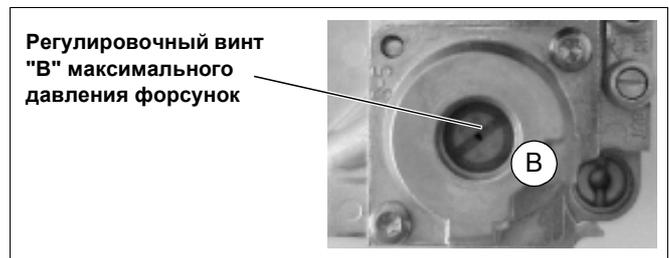
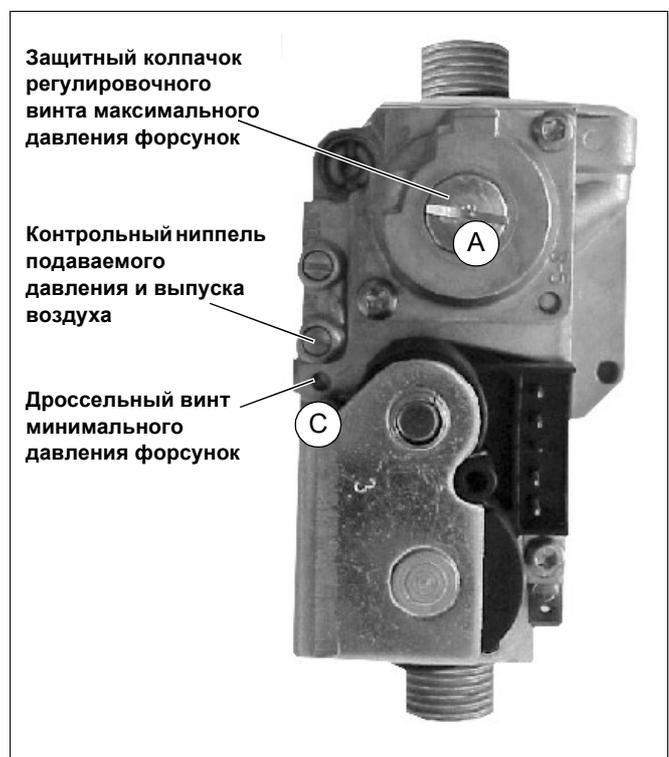

Рис. 42 Регулировочный винт максимального давления форсунок
Рис. 43 Настройка давления форсунок
- Снять защитный колпачок (рис. 43, поз. А). Произвести настройку, поворачивая регулировочный винт максимального давления форсунок (рис. 42, поз. В). Для повышения давления вращать - по часовой стрелке, для понижения - против часовой стрелки.
- Снять U-образный манометр и крепко закрутить ниппель для измерений запорным винтом (рис. 43).
Если этого не достаточно, то нужно произвести регулировку дроссельным винтом на газовой арматуре (рис. 43, поз. С).
- Повернуть дроссельный винт на газовой арматуре (рис. 43, поз. С) для повышения минимального давления форсунок - против часовой стрелки, для понижения - по часовой стрелке.
- Снять защитный колпачок газовой арматуры (рис. 40, **поз. А**, страница 39). Полностью закрутить регулировочный винт (рис. 42, **поз. В**) настройки максимального давления.